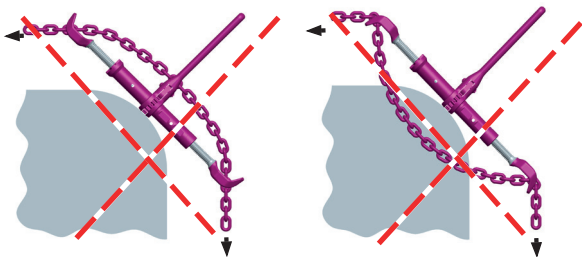

Bild 17: Verbotene Biegebelastung
- Achten Sie darauf, dass die ICE-Zurrkette durch scharfe Kanten der Ladung, mit der sie verwendet wird, nicht beschädigt wird. Benutzen Sie einen Kantenschutz, verwenden Sie die nächst größere Kettenabmessung oder nehmen Sie eine Reduzierung der Lashing Capacity (LC) von 20 % vor.
- ICE-CURT-Ratschenspanner dürfen nur auf Zug beansprucht werden. Biegebelastungen sind verboten (siehe Bild 17).